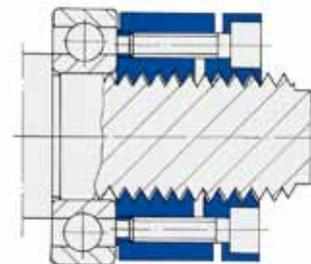

Fig. 3
4. ねじフランクの遊びが除去されたSPIETHロックナットを、予備的なトルクで締め上げたあと再度緩めてから、所定のトルクで注意深く締め付けてください。(Fig.3) この繰り返し行程は各部接触面(ねじフランク、座面)の初期馴染みの高進に役立ちます。